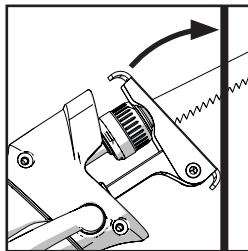

Fig. 10
- Håll maskinen i en vinkel mot arbetsstycket med den nedre kanten av arbetsstyckets kontaktplatta stadigt vilande mot arbetsstycket. **(Fig. 10).**